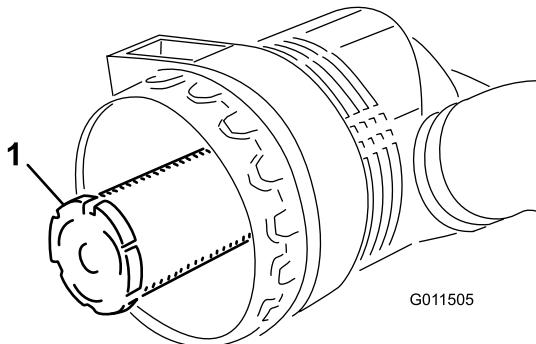

Bild 72
**Wichtig:** Versuchen Sie nie, den Sicherheitsfilter zu reinigen (Bild 72). Tauschen Sie den Sicherheitsfilter bei jeder dritten Wartung des Hauptfilters aus.